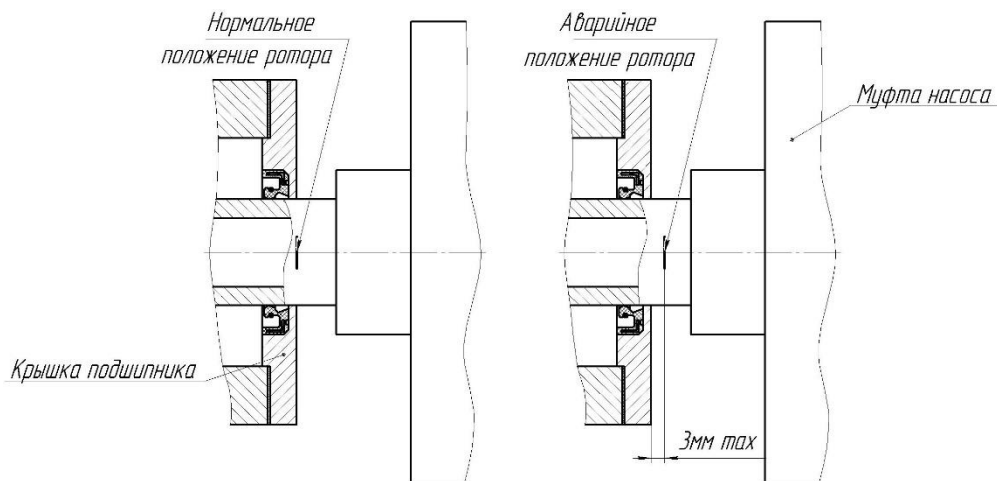

Рис. 10. Установка ротора по риску
2.5.2. Проверьте установку ротора по риску. Проверка положения риски производится при роторе, сдвинутом до упора в сторону всасывания. Риска должна быть заподлицо с торцевой плоскостью крышки подшипника переднего кронштейна (рис. 10).